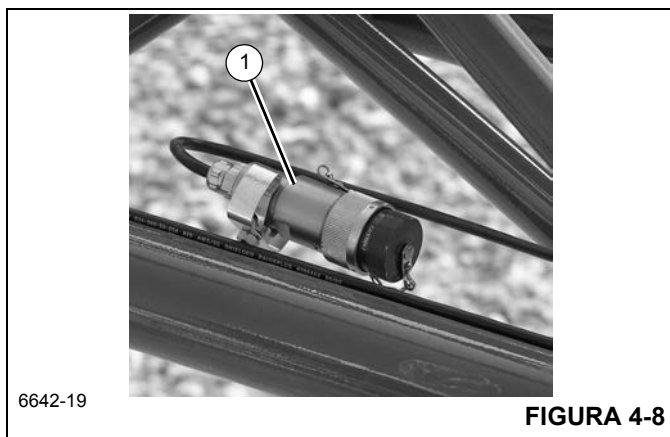

FIGURA 4-8
- a. Remova o conector da extremidade do cabo do RCL (1) Figura 4-8 da extensão e passe-o através da extensão da lança.